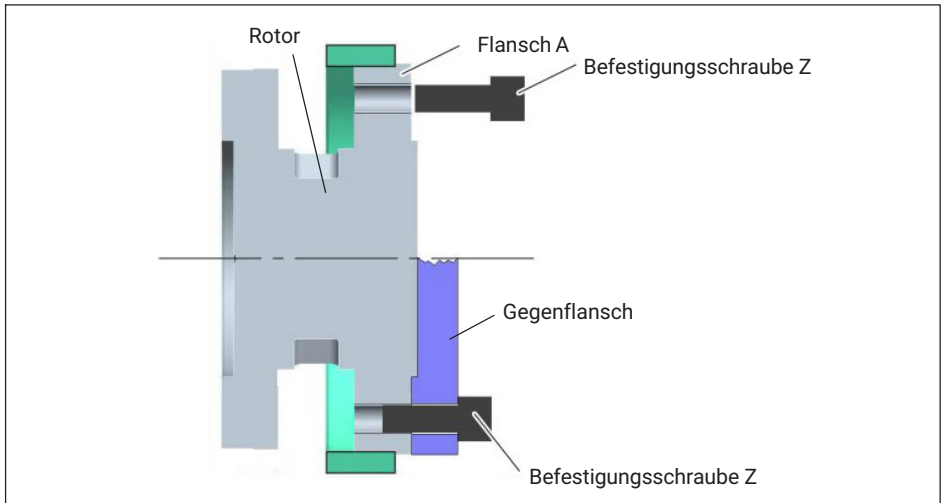

Abb. 6.4 Befestigung des Rotors
- ▶ Verwenden Sie für die Verschraubung des Rotors (siehe Abb. 6.4) acht Innensechskantschrauben DIN EN ISO 4762 der Festigkeitsklasse nach Tab. 6.2 in geeigneter Länge (abhängig von der Anschlussgeometrie, siehe Tab. 6.2 auf Seite 20).